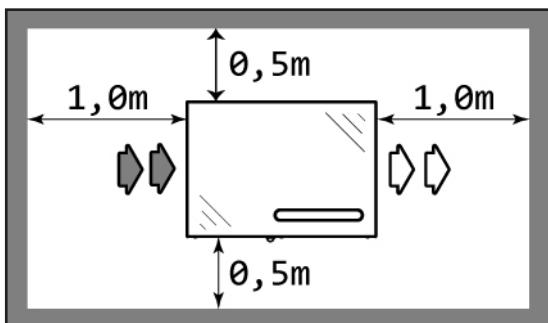

Fig.2 – Positionnement et distances minimum
**Pour respecter la distance minimum de 0.5 mètres de la Fig.2 il faut faire des trous à au moins 0.8 mètres du sol.**